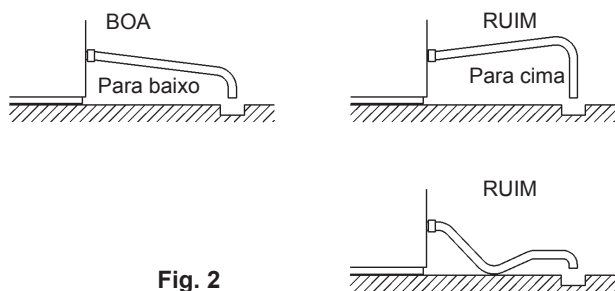

Fig. 2
- * Para prevenir um refluxo no compartimento de armazenamento, a mangueira de saída deve ser colocada conforme mostrado na Fig.2.